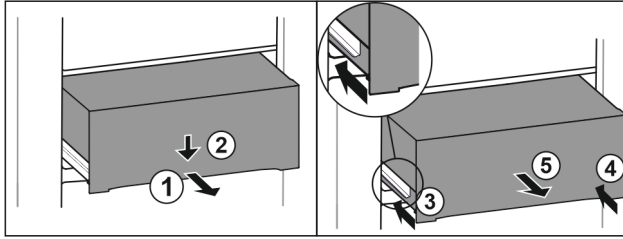

Fig. 185
- Vedä laatikko puoliväliin ulos. Fig. 185 (1)
- Paina vetolaatikkoo etupuolelta alaspäin. Fig. 185 (2)
- Työnnä vasenta kiskoa noin 2 cm sisään. Fig. 185 (3)
- Työnnä oikeaa kiskoa noin 2 cm sisään. Fig. 185 (4)
- Poista vetolaatikko vetämällä sitä eteenpäin. Fig. 185 (5)